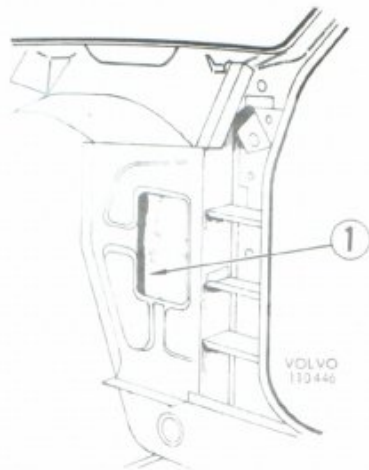

Bild 1
A-stolpens insida behandlas (se bild 1) speciellt noggrant vid bottensvällarens anslutning. Genom hål (betecknat pos 1) behandlas torped sida, yttre och inre där munstycket föres uppåt mot vindrutestolpen samt ner till bottensvällaren. (Behandling enligt punkt 4 bör utföras samtidigt).